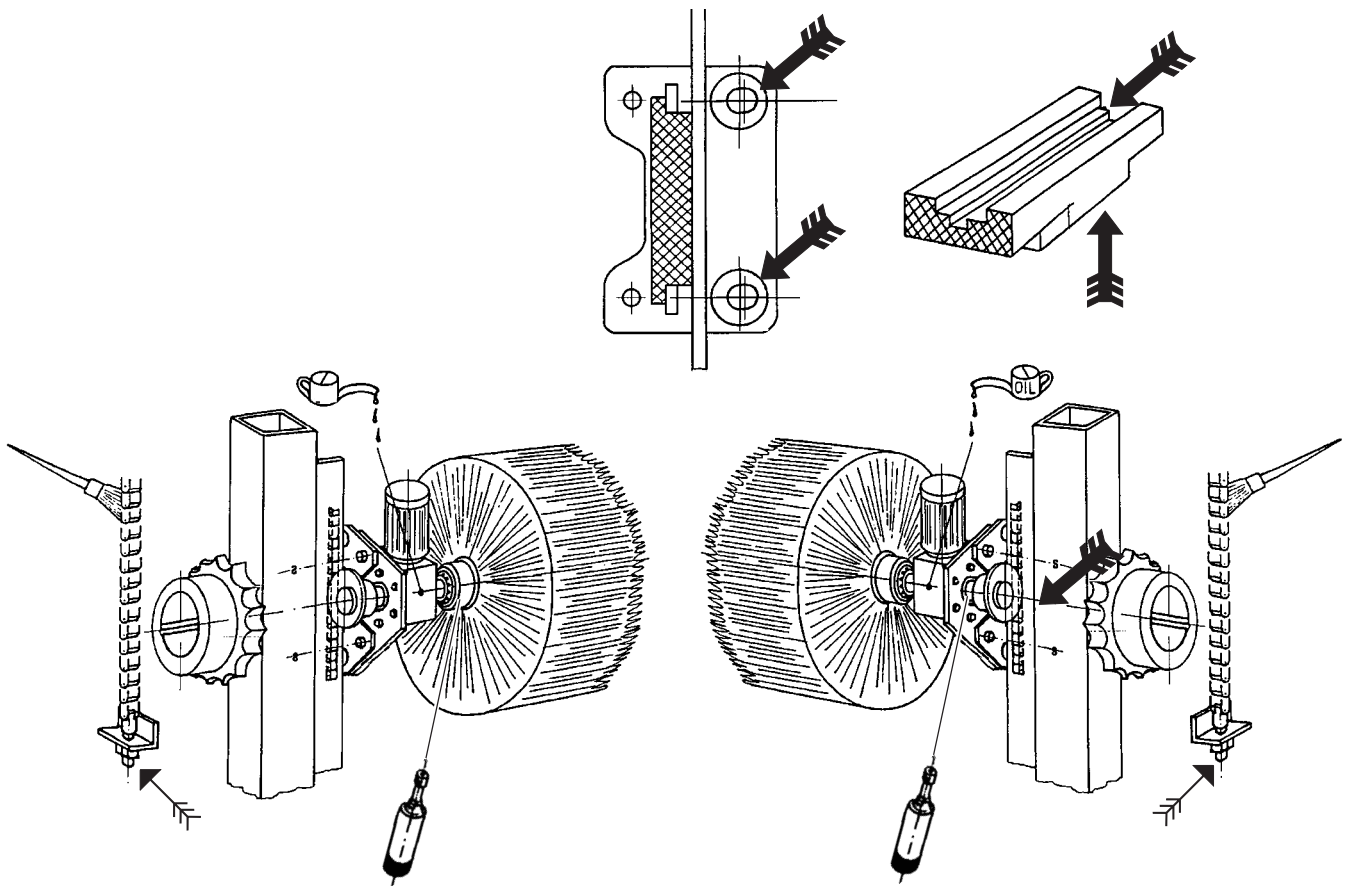

Bild H.5: Dachbürsten-Hubeinrichtung
- 2 Dachbürste: Details s. Bild H.5 und H.6